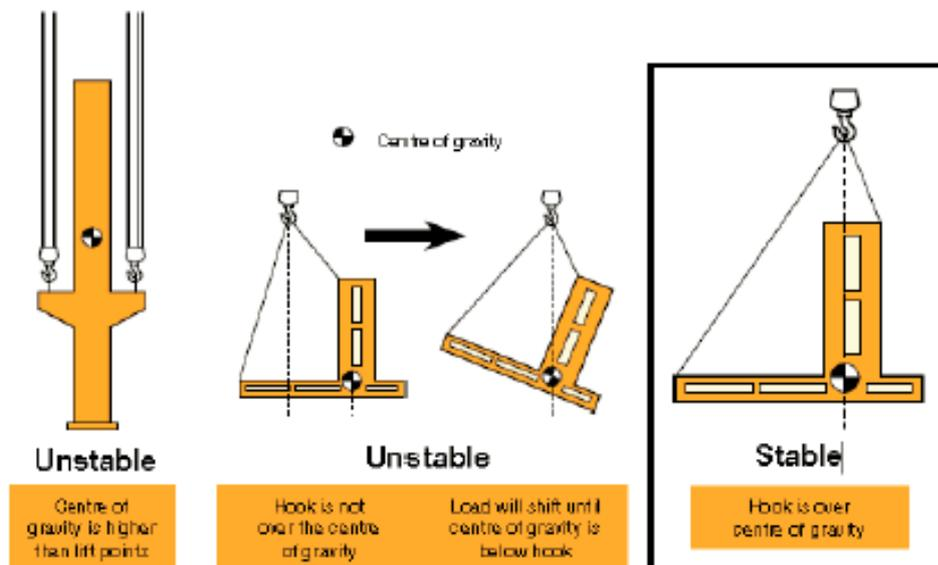

Fig. 3
- Confirmar el tamaño de la carga que se va a elevar e identificar su centro de gravedad. Consultar la fig. 3 que aparece a continuación.
1) Confirm the size of the load to be lifted and identify its center of gravity. See fig 3 below.